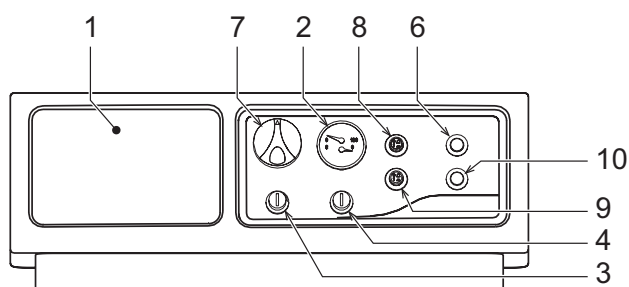

fig. 1 - Панель управления
- Переведите выключатель котла "8" в положение "включено" (fig. 1 - Панель управления)
- Если котел оборудован электронным термостатическим блоком управления, установленным в положении 1, "fig. 1 - Панель управления", пользователь должен также соблюдать инструкции, предоставляемые изготовителем данного блока.
Если повернуть рукоятку 7 на "fig. 1 - Панель управления" по часовой стрелке, температура воды в системе отопления повышается, и наоборот. Температуру воды в системе отопления можно регулировать в пределах от 30° до 90°. Однако не рекомендуется эксплуатировать котел при температуре ниже 45°.
Задайте с помощью комнатного термостата нужную температуру внутри помещения. При поступлении команды от комнатного термостата котел включается, обеспечивая нагревание воды в системе отопления до температуры, заданной регулирующим термостатом 7 на "fig. 1 - Панель управления". При достижении в помещении желаемой температуры котел выключается.
Давление напора при заполнении холодного контура, считанное гидрометром котла, поз. 2 - "fig. 1 - Панель управления", должно составлять приблизительно 1,0 бар. Если во время работы давление воды в системе упало (из-за испарения растворенных в воде газов) до величины ниже вышеуказанного минимума, пользователь должен открыть кран подачи воды и довести давление до первоначального значения. По окончании операции всегда закрывайте кран подачи воды.